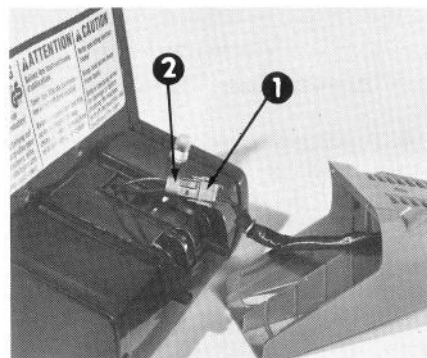

Abbildung 5
11. Antriebseinheit und Griffholm wie in Abbildung 5 auf ebenen Boden legen.
12. Stecker der Antriebseinheit an Griffstecker anschließen, indem man die beiden Stecker zusammenschiebt (Abb. 5).